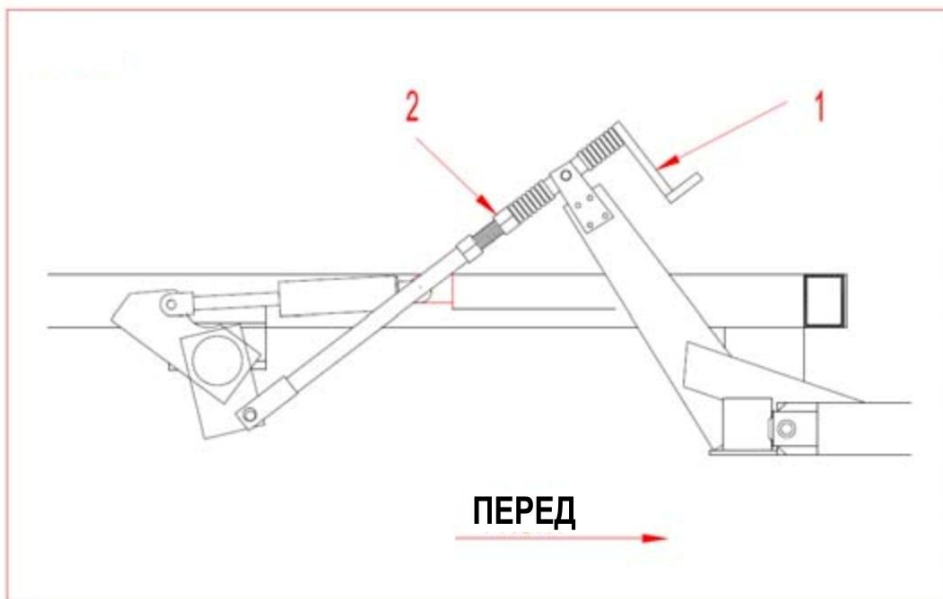

Рис. 12 Регулятор выравнивания бороны
Установить необходимые углы атаки сначала с одной стороны, потом с другой стороны машины. Угол батареи устанавливается путем ослабления пластин крепления бруса и установки двух (2) болтов в нужные отверстия в кронштейнах на боку рамы бороны. С левой стороны находятся кронштейны с четырьмя отверстиями для зажима брусьев батарей, а справа кронштейны с пятью отверстиями для зажима брусьев батарей. На рис. 12 показана схема установки необходимых углов атаки.
При работе дисковой бороны передняя и задняя дисковые батареи должны находиться на одинаковой глубине. Выравнивающая рукоятка 1 (рис. 12), применяется для выравнивания дисковой батареи. Перед выравниванием дисковой бороны установить полный комплект регулирования заглубления на гидроцилиндре моста для получения желаемого заглубления. Чтобы опустить передние батареи повернуть рукоятку 1, «внутрь» (по часовой стрелке). Чтобы поднять передние батареи повернуть рукоятку, стрелка 1, «наружу» (против часовой стрелки).
ВАЖНО: НА ОЧЕНЬ КАМЕНИСТОЙ ПОЧВЕ ОСЛАБИТЬ ГАЙКУ 2 (рис. 12), РУКОЯТКИ, ЧТОБЫ ОСВОБОДИТЬ ПРУЖИНУ ДЛЯ ЕЕ ДВИЖЕНИЯ ВПЕРЕД-НАЗАД ПРИМЕРНО НА 25мм. ЭТО ОБЕСПЕЧИТ БОЛЬШУЮ ВЕРТИКАЛЬНУЮ ГИБКОСТЬ РАБОТЫ ДИСКОВОЙ БОРОНЫ.